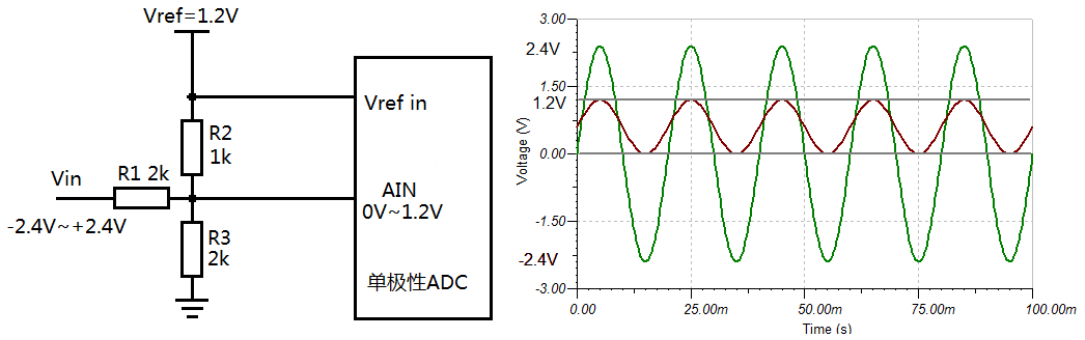

图 18.19 利用电阻网络对双极性信号进行平移
例 18.2 利用 1.2V 满量程输入的 ADC 来采集 -2.4V 到 +2.4V 的输入信号。解决方案，可利用 3 电阻分压网络对信号进行平移和缩放，如图 18.19 所示：
- 4) 经 3 电阻网络平移缩放后的信号如图 18.19 所示。